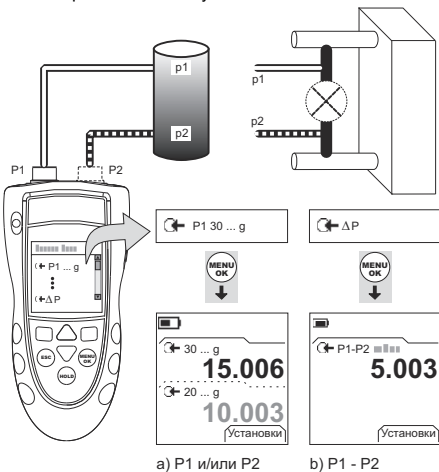

Рисунок 2: Пример конфигурации. Измерение давления
- Подключите прибор (Рисунок 2) и при необходимости отрегулируйте Set Up (Настройка) (Таблица 1).
Примеры на Рисунок 2 показывают:
1. Подключите прибор к стандарту давления (Рисунок 2).